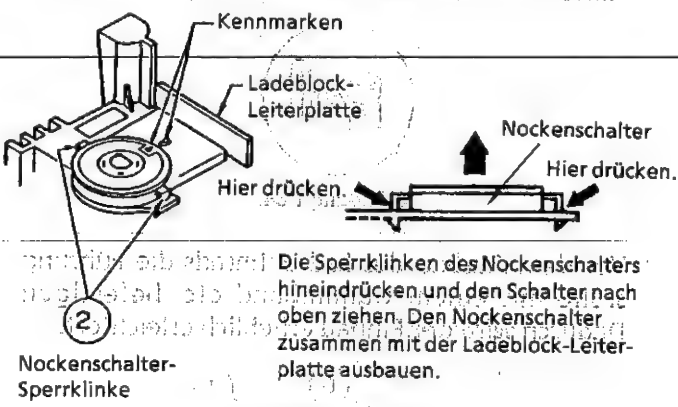

Abbildung 1-70.
- 1. Die Kabel ① vom Lademotor ablöten.
- 2. Die rechten und linken Haltehaken ② des Nockenschalters außerhalb des Ladeblocks entriegeln.
- Danach den Nockenschalter und die Ladeblock-Leiterplatte herausnehmen (siehe Abbildung 1-70)